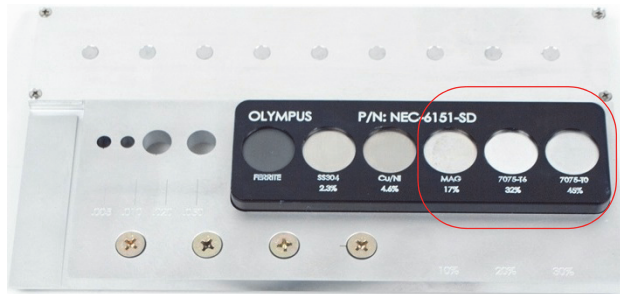

Abbildung 5-78 Eingesetzter Bereich des Justierkörpers zur Einschätzung der Leitfähigkeit
6. Koppeln Sie die Sonde an die Probe mit 45 % Leitfähigkeit (siehe Abbildung 5-78 auf Seite 198) und halten Sie die Direktzugriffstaste A-LIFT NULL () gedrückt, um den automatischen Liftoff zu aktivieren.